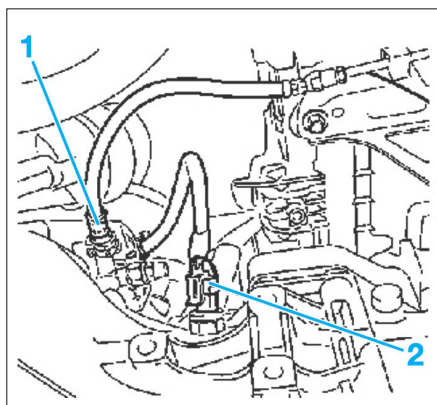

Fig. 3
- Retirer la canalisation hydraulique d'embrayage (1) du purgeur après avoir retiré son agrafe de fixation (Fig.3).